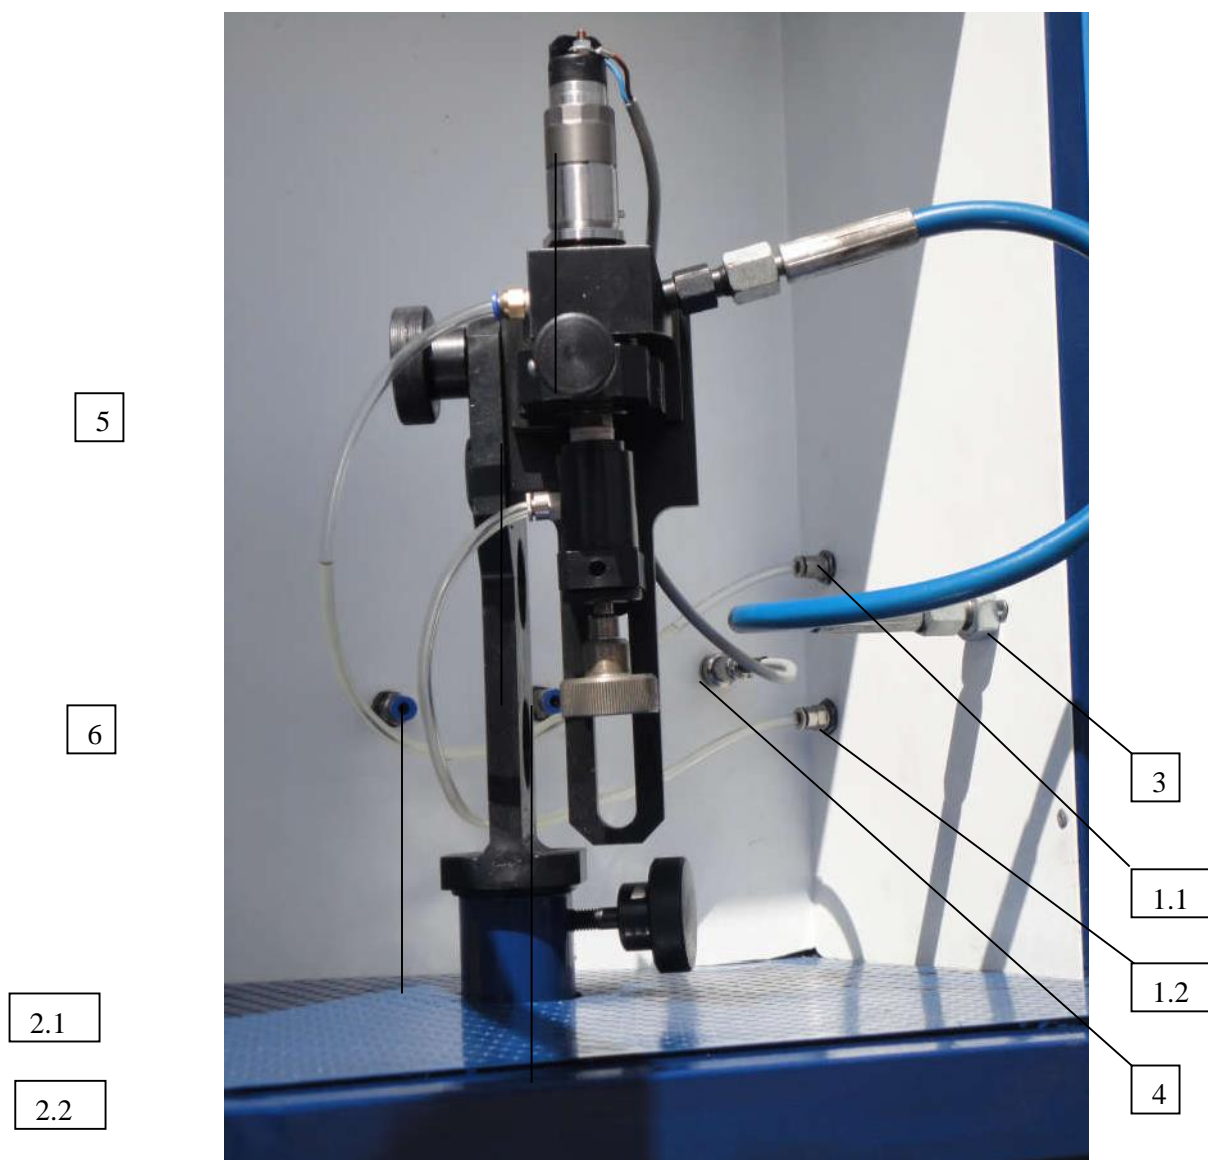

Рис.2 Рабочая зона стенда М-108Э
- штуцер подачи высокого давления топлива 1 (рис.2);
1). Установите на выходной штуцер3(рис.2) соответствующую трубку высокого давления(в зависимости от диаметра резьбы инжектора).